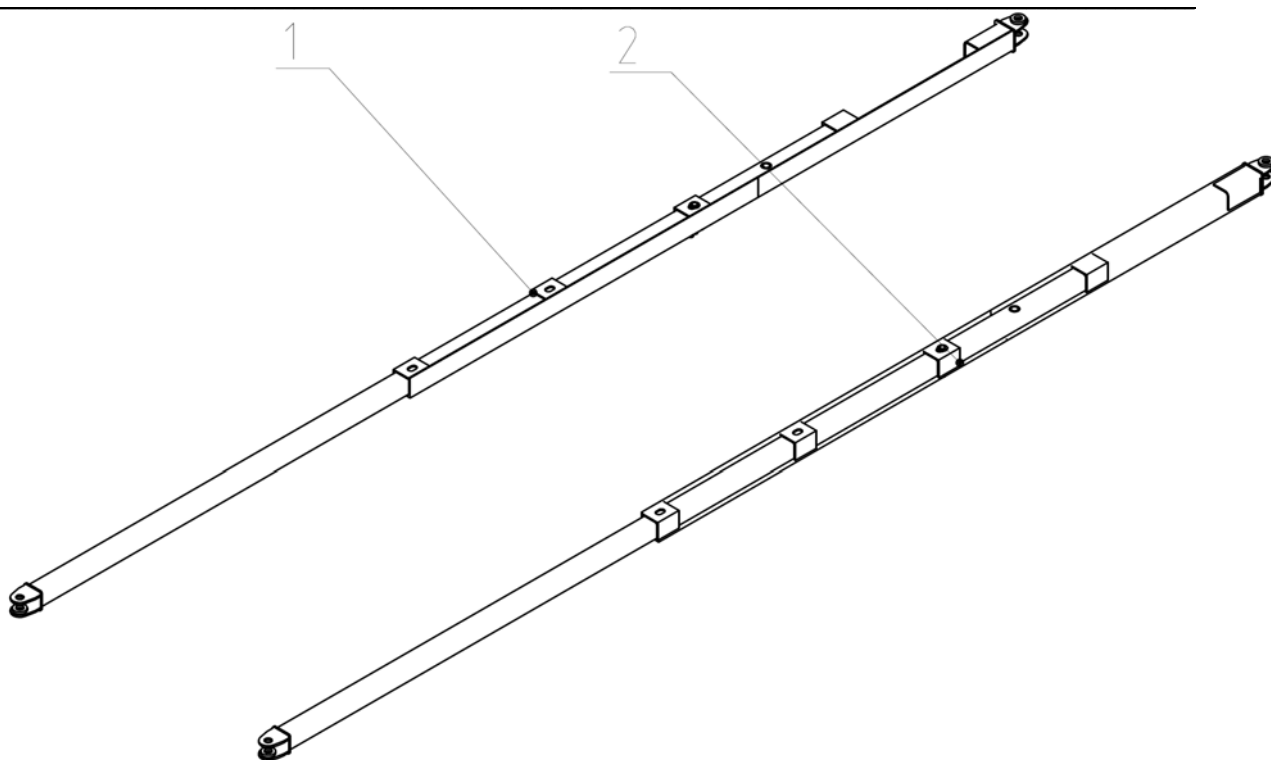

Рис.15. Растяжки.
2.32. Растяжки (Рис. 15) предназначены для соединения брусьев с снудой. При помощи растяжек устанавливается угол атаки дисков секций, которые смонтированы на брусьях.